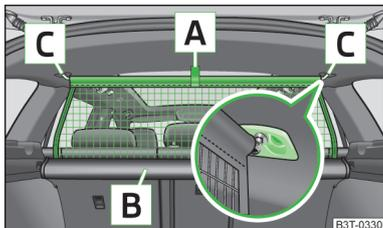
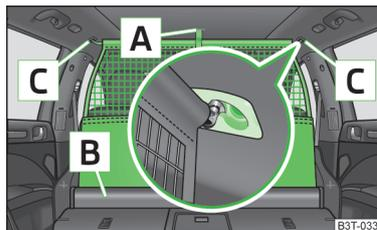

Abb. 101
Abb. 102
- Sich überzeugen, dass die Querstange in den Aufnahmen **C** » Abb. 101 auf Seite 99 bzw. » Abb. 102 auf Seite 99 in der vorderen Stellung eingesteckt ist!
- Die Netztrennwand an der Lasche **A** » Abb. 101 in Richtung der Aufnahmen **C** ziehen.
- Die Querstange erst auf der einen, dann auf der anderen Seite etwas nach hinten ziehen und aus den Aufnahmen **C** » Abb. 101 nehmen.
- Die Netztrennwand an der Lasche **A** » Abb. 102 ziehen.
- Die Querstange erst auf der einen, dann auf der anderen Seite etwas nach hinten ziehen und aus den Aufnahmen [C] » Abb. 102 nehmen.